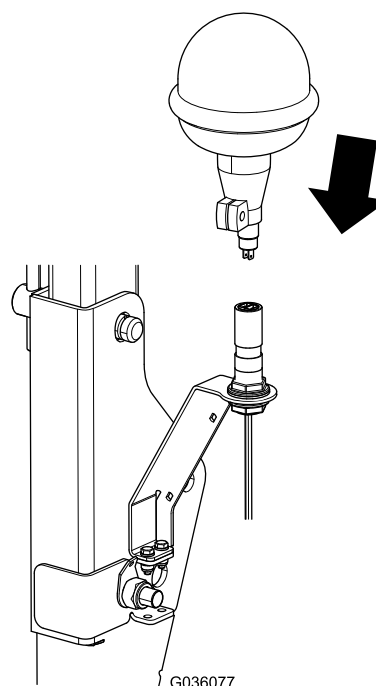

Figura 6
5. Innestate la lampada di segnalazione sulla parte superiore del supporto della lampada di segnalazione (Figura 6).